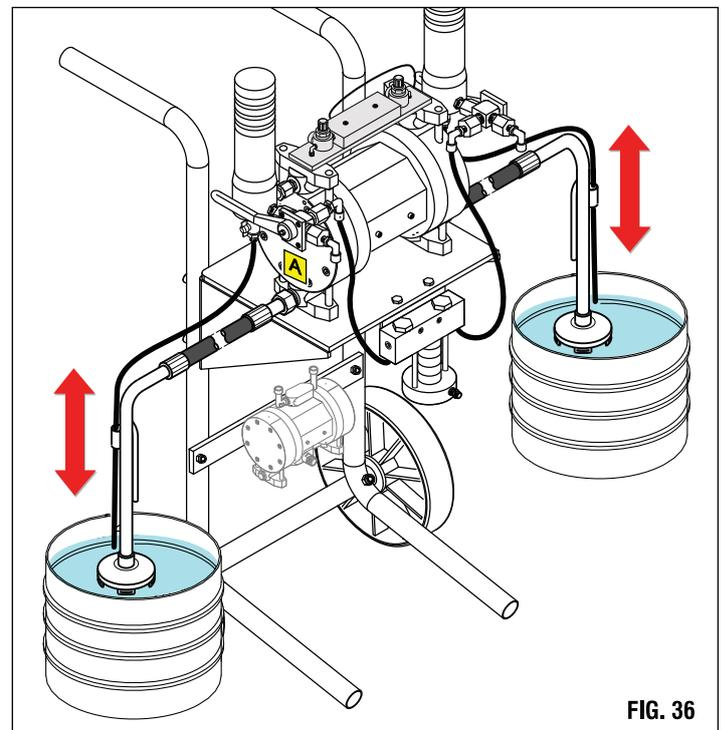

FIG. 36
- 1) Sollevare i tubi di aspirazione e di ricircolo dai contenitori dei 2 componenti, facendo attenzione a non far cadere i componenti a terra (fig.36).
- 3) Immergere i tubi di aspirazione e di ricircolo in contenitori con acqua o solvente, a seconda del prodotto utilizzato precedentemente (fig.36).